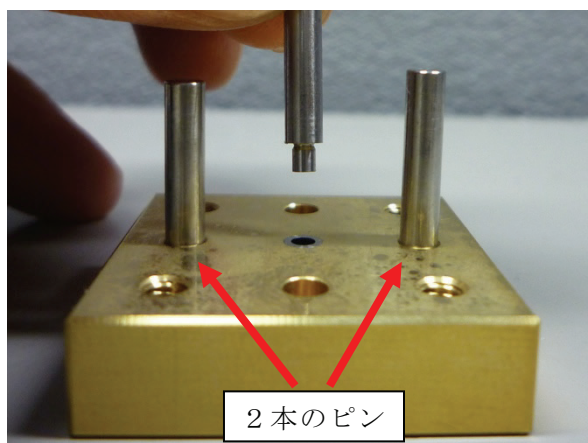

図 5 凸型丸棒（オス型）でリングの内側を打ち抜いている様子。わかりやすくするため、金箔固定用治具の上部を外した。
2. 下側にメス型パイプを入れて上から凸型丸棒で押し込み、リングの内側部分を打ち抜く（図 5）。